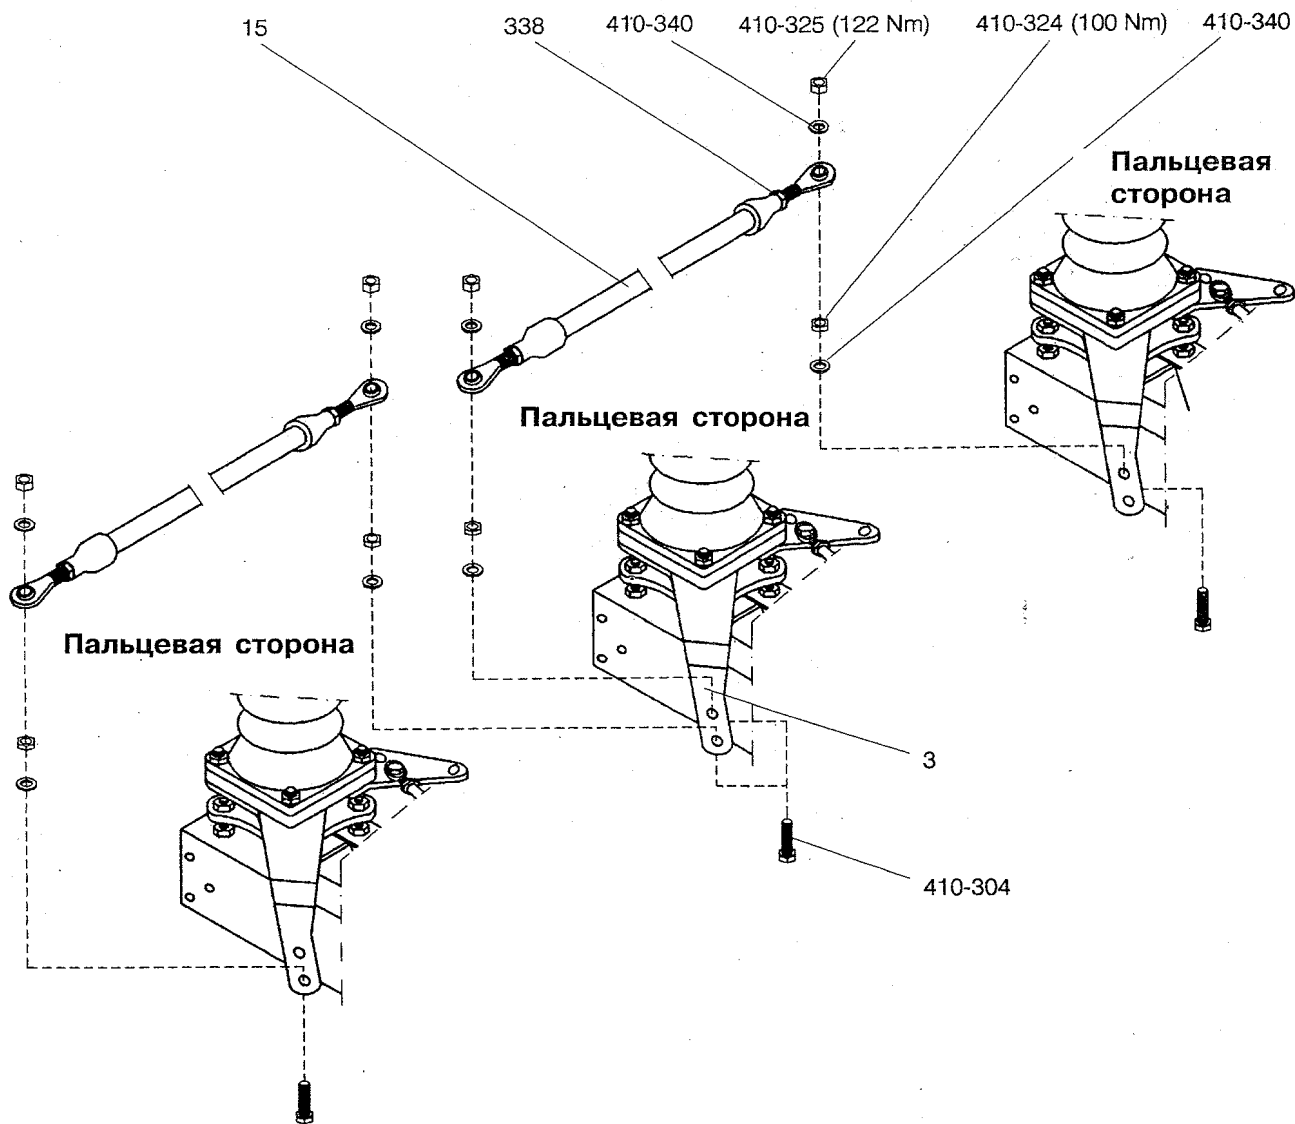

Рисунок 29: Установка тяг: параллельное расположение полюсов разъединителя
1. Отрегулируйте связующие тяги (15) до соответствующей длины — Рис. 29, 30
2. Установите связующие тяги без изменения их размеров — Рис. 29, 30
3. Затяните стопорные гайки (336) — Рис. 29, 30